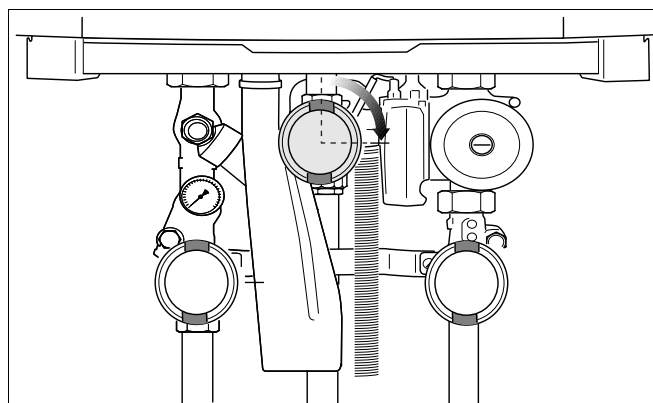

Fig. 74 Gashanen lukkes
- Luk gashanen, (fig. 74).
- Når der ikke længere kommer luft ud, lukkes hanen (fig. 74).